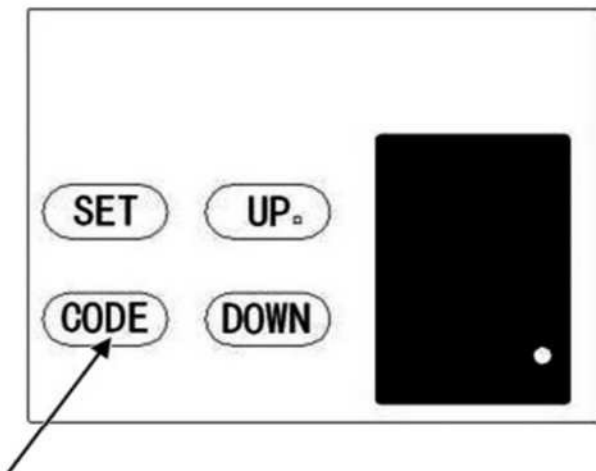

Fig.39
7.2.- Grabando Transmisores. (Fig.39)